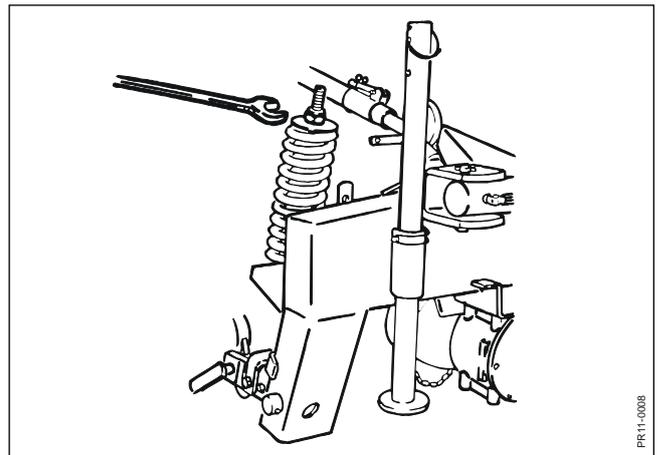

Fig. 3-3
**Fig. 3-3:** Der Bodendruck wird durch Anziehen oder Lösen der Druckfeder eingestellt, nachdem angemessene Bodenfreiheit der Unterlenker eingestellt worden ist. Den Stopp der Unterlenker so einstellen, daß diese Höhe leicht wieder gefunden werden kann. Wenn die Unterlenker nicht gut sind, die Haltekette 4220-8001 (Zusatzausrüstung) verwenden.